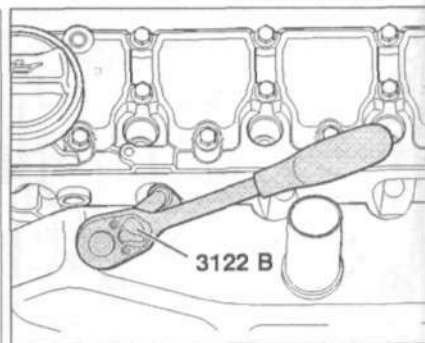

Рис. 2.21. Выкрутите свечи с помощью ключа 3122 В для свечей зажигания.
13. Выкрутите свечи с помощью ключа 3122 В для свечей зажигания (рис. 2.21).